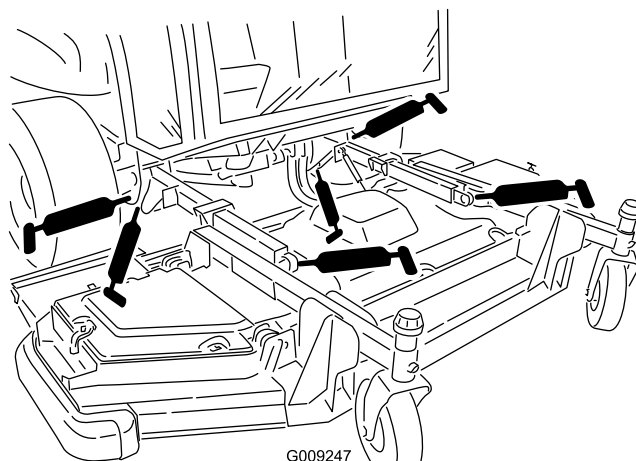

Figure 53
- 2 bagues de bras de levage (Figure 53)
- 2 rotules de bras de levage (Figure 53).
- 2 pivots de vérins de levage de plateau avant (Figure 53)